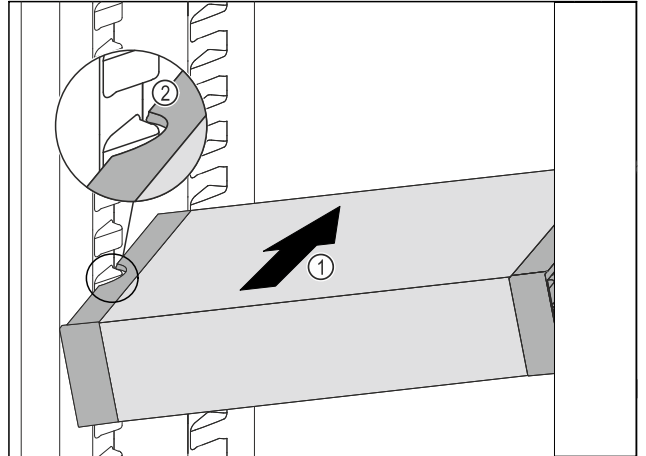

Fig. 126
- ▶ 将 VarioSafe 斜插入冷藏区中 Fig. 126 (1)，直至 VarioSafe 的侧部凹槽 Fig. 126 (2) 与冷藏区中的容器肋梁持平。